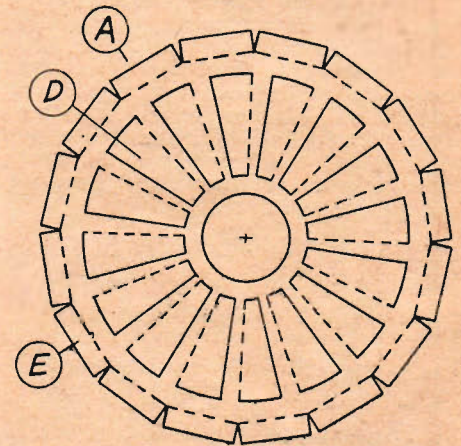

Fig. 1. Skivan är uppdelad i 16 sektioner.
Gyroskopaxeln förlängs med en 45 cm lång 0,70 mm pianotråd, som böjs i ena änden enl. fig 1 A och kan alltså spännas av och på gyroskopet efter behag. I den andra änden placeras ett litet flygplan, rörligt mellan ett par på pianotråden fastsatta tenn- eller lackkuler. Obs. tråden går genom flygplanets tyngdpunkt.
T. h.: Fig. 1 A visar hur gyroskopaxelns förlängning böjs av pianotråd. B visar gyroskopets landningsställ.
Äterigen en variation på varmluftsmaskinen. Dessa dansande tomtar drivs runt med hjälp av den varma luft, som stiger upp mellan propellerbladen D i skivan A i fig. 1. Skivan A, av ritpapper, är uppdelad i 16 sektioner, där D är de uppvikta propellerbladen och E de flikar, som ska vikas upp och mot vilka tomt raden klistras. Mittkonen B i fig. 2 eller "julgranen" görs av ritpapper och består av en cir-